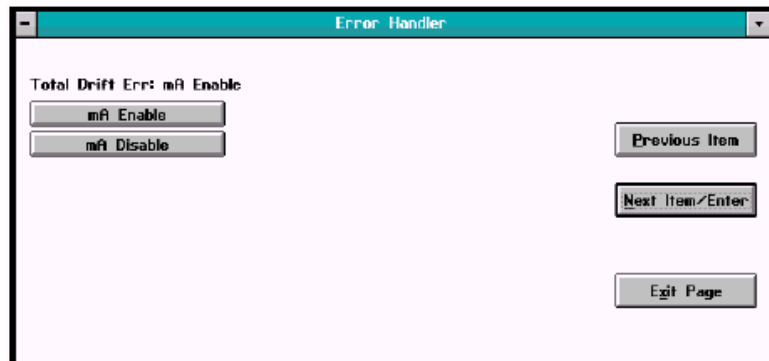

図 3-24 *Total Drift Error* ウィンドウ
*Total Drift Error* オプションで総ドリフト誤差に対する誤差処理を有効または無効にすることができます。図 3-24 のようなウィンドウが表示されます。